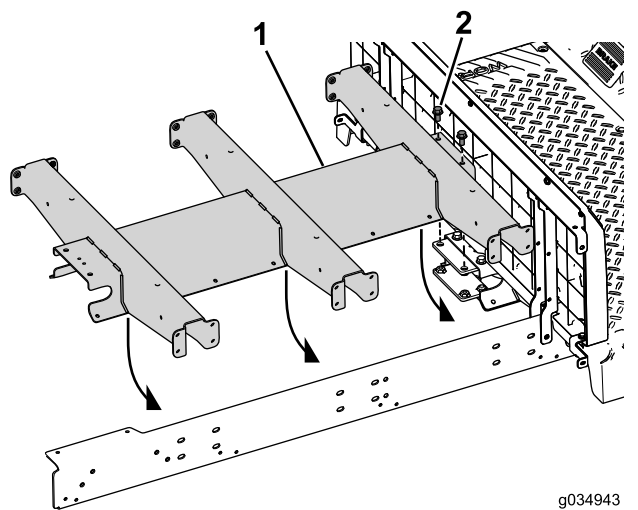

Figura 73
4. Introduzca los 2 pernos (3/8" x 3 3/4") y arandelas a través del perfil central y el soporte trasero (Figura 73).